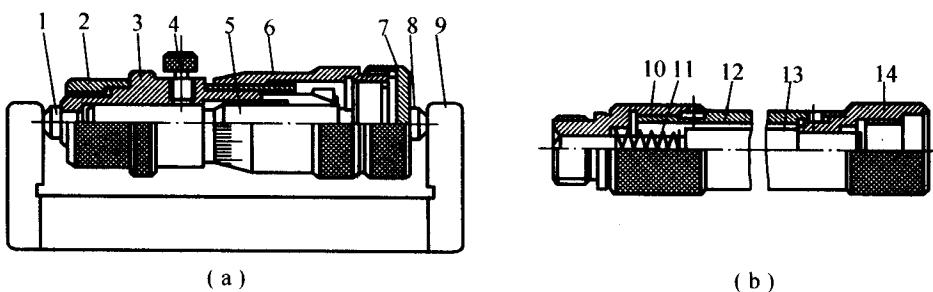

图1-8 内径千分尺
(2) 内径千分尺主要由固定测头、活动测头、螺母、固定套管、微分筒、调整量具、管接头、套管、量杆等组成。它的测量范围可达 13 mm 或 25 mm ,最大也不大于 50 mm 。为了扩大测量范围,成套的内径千分尺还带有各种尺寸的接长杆。内径千分尺及接长杆的具体结构如图1-8所示。